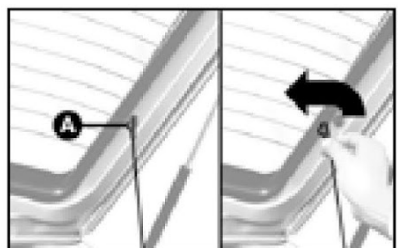

fig. 64
1) Soltar as extremidades superiores A-fig. 64 dos dois tirantes, desprendendo as argolas dos pinos.